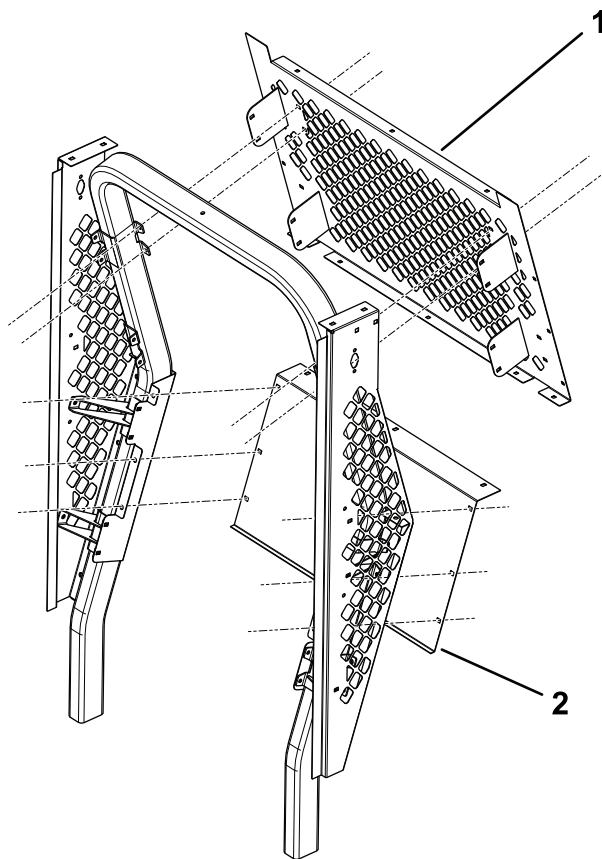

Рисунок 2
3. Используйте винты с полукруглыми головками (5/16 x 3/4 дюйма) и фланцевые гайки (5/16 дюйма), чтобы установить нижнюю заднюю панель (Рисунок 2).
4. Используйте винты с полукруглыми головками (5/16 x 3/4 дюйма) и фланцевые гайки (5/16 дюйма), чтобы установить верхнюю заднюю решетку (Рисунок 2).